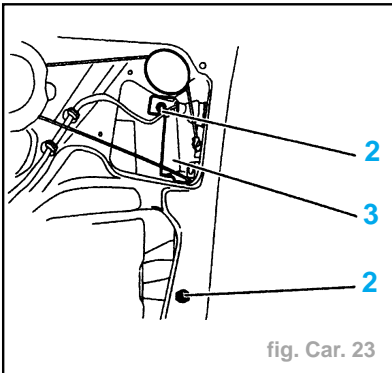

fig. Car. 23
- Déposer (fig. Car. 23) :
- les fixations (2),
- le guide vitre (3).